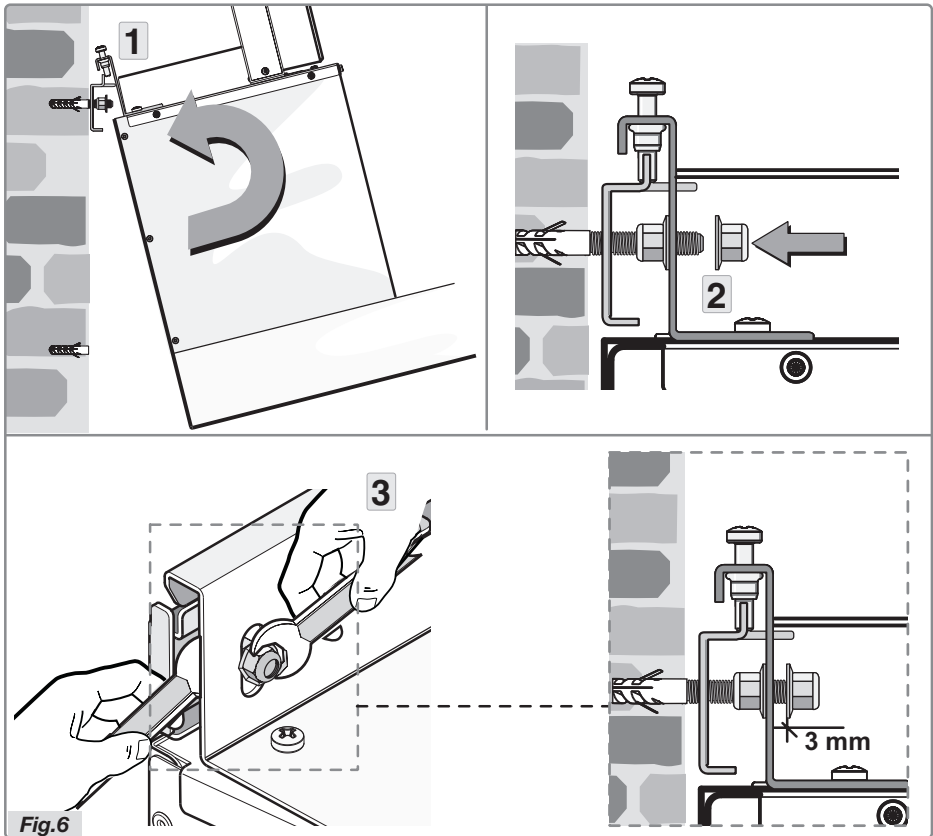

Fig.6
- Kantel de kap een beetje en haak hem vast aan de beugel, zoals geïllustreerd (Fig.6 stap 1).
- Positioneer de afzuigkap en maak hem vast aan de beugel, door de moer aan te brengen op de schroef (Fig.6 stap 2).
- Houd een passende moersleutel vast in een hand en gebruik de andere hand om de moer tegen te houden met een tweede sleutel (Fig.6 stap 3). De afstand tussen de moer en de beugel bedraagt minstens 3 mm.